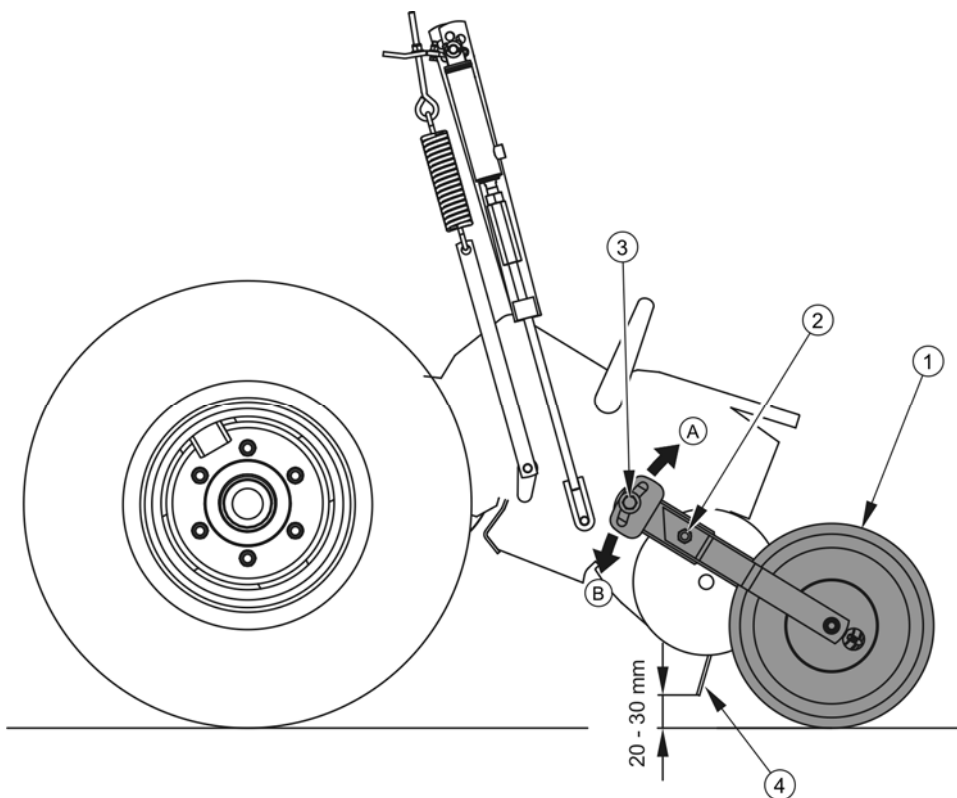

РИСУНОК 5.13 Регулирование опорных колес
(1) опорное колесо, (2) крепежный болт, (3) регулировочный болт, (4) зубья мотовила
- ➔ Ослабить крепежный болт 2 рисунок 5.13 и регулировочный болт 3.